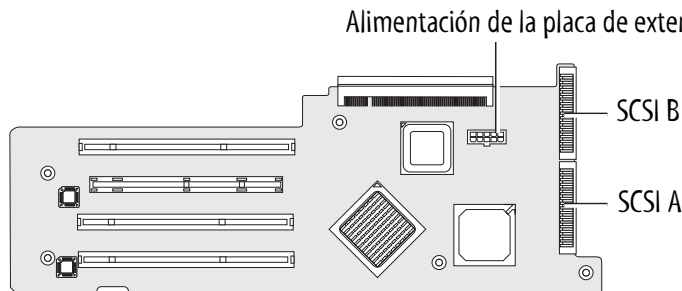

FIGURA 4-26 Liberación de los conectores de la placa de extensión
6. **Desconecte el cable de datos SCSI y el conector de alimentación de la placa de extensión (véase la FIGURA 4-26).**